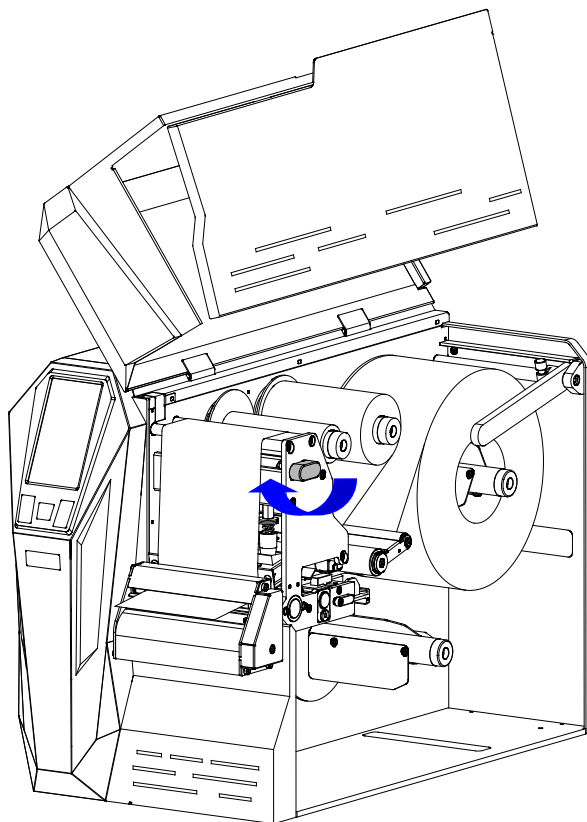

图 2-23 压下打印头
5. 沿 CLOSE 方向转动手柄，压下打印头，如图 2-23 所示。